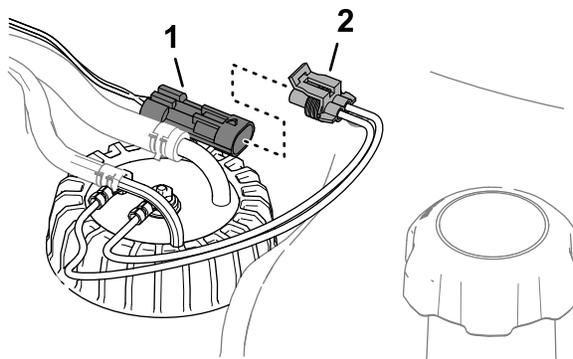

图 86
3. 从机器线束的 2 针接头处拆下燃油发送器线束的 2 插槽接头 图 86。